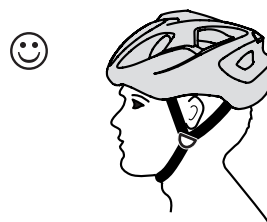

Fig. 1a
- Il casco deve sempre stare bene orizzontale sulla testa. (Fig. 1a)